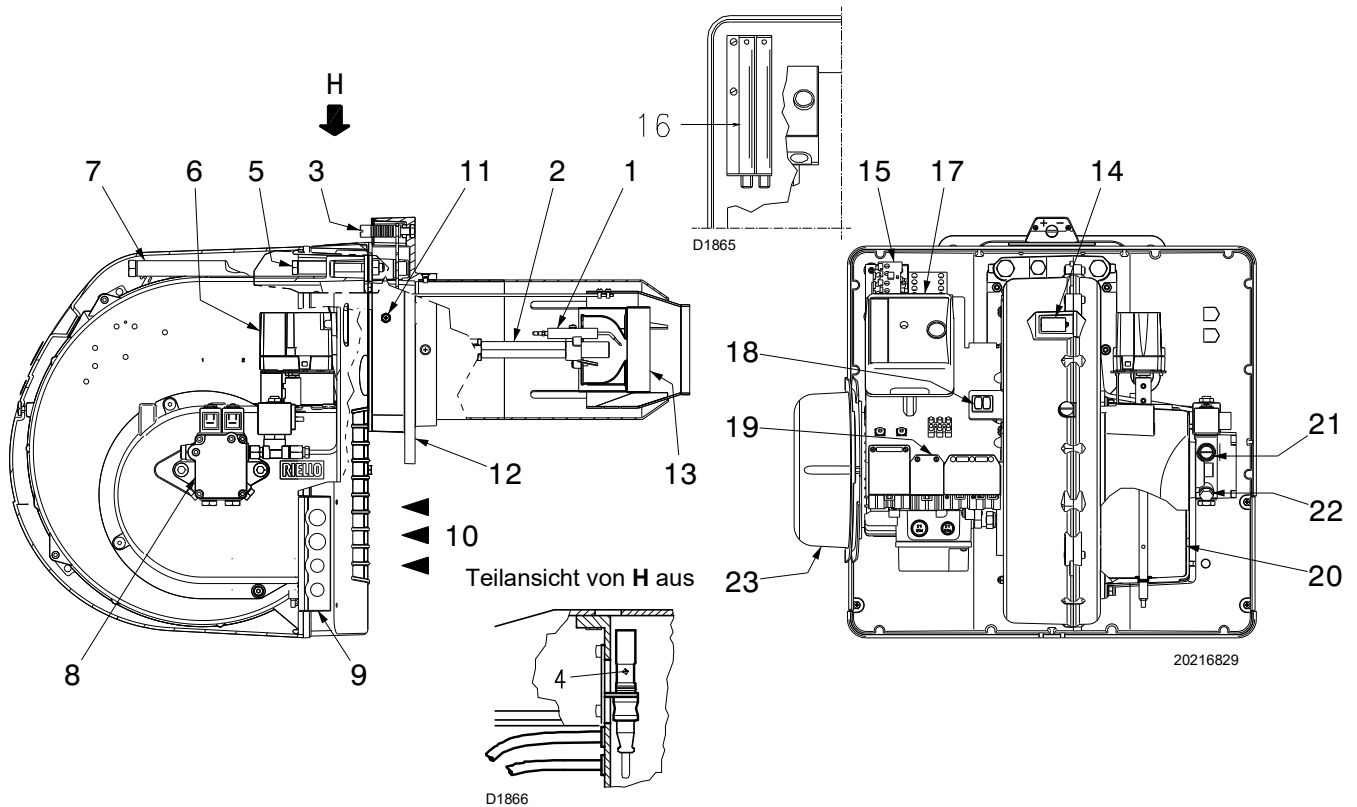

Abb. 5
Das Aufleuchten des Druckknopfes des Gerätes (17)(Abb. 5) weist auf eine Störabschaltung des Brenners hin.
- Sollte es nötig sein, die Düse bei bereits am Heizkessel angebrachtem Brenner auszutauschen, den Brenner nach Montage der Verlängerungen 16)(Abb. 5 Seite 10) wie in Abb. 10 Seite 13 gezeigt öffnen und wie oben beschrieben vorgehen.